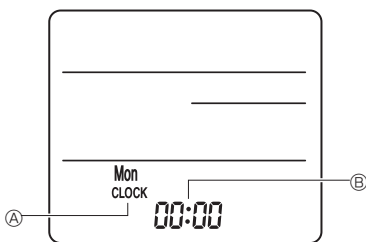

Fig. 6-9
3) Réglage (Réglage de l'horloge) (Fig. 6-9)
① Insérez les piles ou appuyez sur la touche **CLOCK** à l'aide d'un objet pointu.